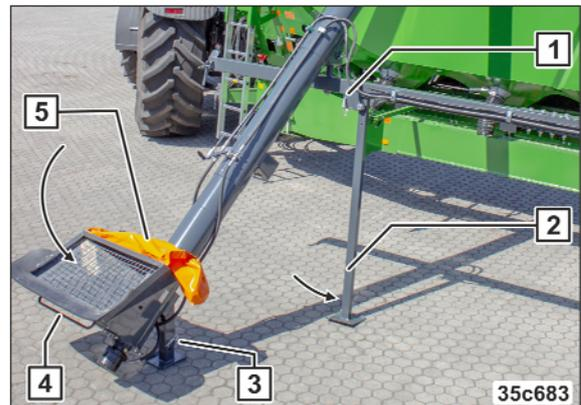

Fig. 246
4. Desserrer le verrouillage (Fig. 246/1).
5. Baisser et verrouiller la béquille (Fig. 246/2).
6. Baisser et verrouiller la béquille (Fig. 246/3).
7. Pivoter la vis de remplissage en position de travail en tenant la poignée (Fig. 246/4).
8. Ouvrir la bâche de la trémie (Fig. 246/5).
13. Fermer la bâche de la trémie (voir Fig. 246/5).
14. Relever et verrouiller la béquille (Fig. 246/2).
15. Relever et verrouiller la béquille (Fig. 246/3).